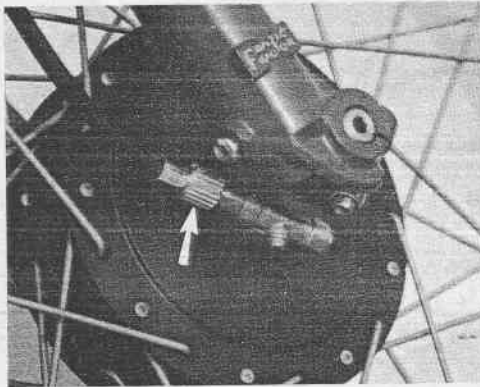

Fig. 38 - Rinvio
- Svitare la trasmissione del contachilometri sul rinvio situato sul lato destro del mozzo (Fig. 38).